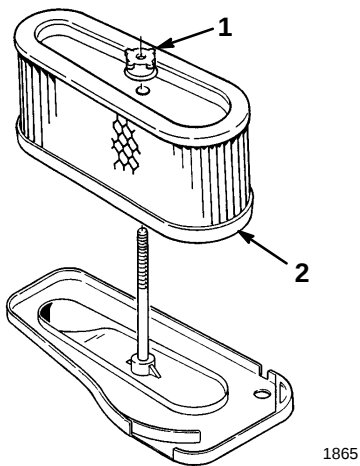

Abbildung 27
5. Die Gummimutter losschrauben und den Papiereinsatz entfernen (Abb. 27).
2. Den Luftfilter auf die lange Stange schieben. Dann die Gummimutter mit der Hand gegen den Luftfilter drehen (Abb. 27).